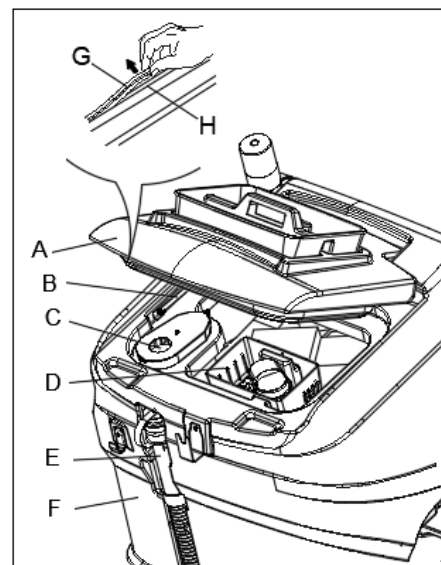

Figura 19
3. Aprire il coperchio del serbatoio dell'acqua di recupero (A, Figura 19) e verificare che il supporto (B) sia funzionante.
4. Pulire il coperchio del serbatoio dell'acqua di recupero (A), il serbatoio dell'acqua di recupero (F), il filtro dell'aspirazione (C) e il vano di raccolta dei detriti (D). Svuotare il serbatoio dell'acqua di recupero con il tubo di scarico (E).
6. Controllare che la superficie di contatto della guarnizione (G) sia in buone condizioni e che la tenuta sia sufficiente. Se necessario, togliere la guarnizione del serbatoio dalla scanalatura (H) e sostituirla. Montare la nuova guarnizione come mostrato in (Figura 19), il punto di giunzione deve trovarsi entro l'area centrale.
7. Chiudere il coperchio del serbatoio acqua di recupero (A).